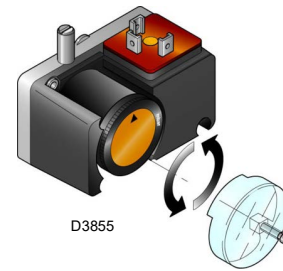

Fig. 28
- Regular el presostato aire (Fig. 28 en la pág. 27) en el inicio de la escala.
Regular el presostato para el control de estanqueidad (Kit PVP) según las instrucciones que se suministran en el mismo kit (Fig. 28).